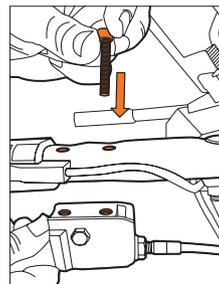

Рис. 13.1
- Присоедините рычаг управления дифференциалом (левый) и рычаг управления подъемом гусеницы (правый) к нижней стороне рукояток, с помощью болтов, установленных на рычагах (Рис. 13.1).